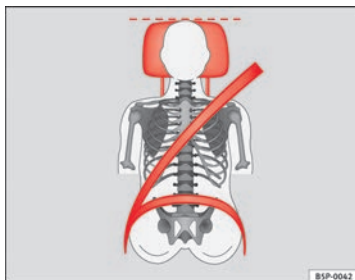
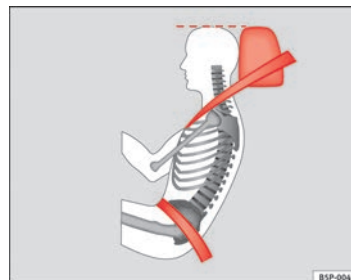

Abb. 91 Von vorne betrachtet: richtig eingestellte Kopfstütze und korrekter Gurtbandverlauf
Abb. 92 Von der Seite betrachtet: richtig eingestellte Kopfstütze und korrekter Gurtbandverlauf
- Die Kopfstützen so einstellen, dass sich die Oberkante der Kopfstütze möglichst auf einer Linie mit dem oberen Teil Ihres Kopfes, aber mindestens auf Augenhöhe befindet ⇒ Abb. 91 und ⇒ Abb. 92.